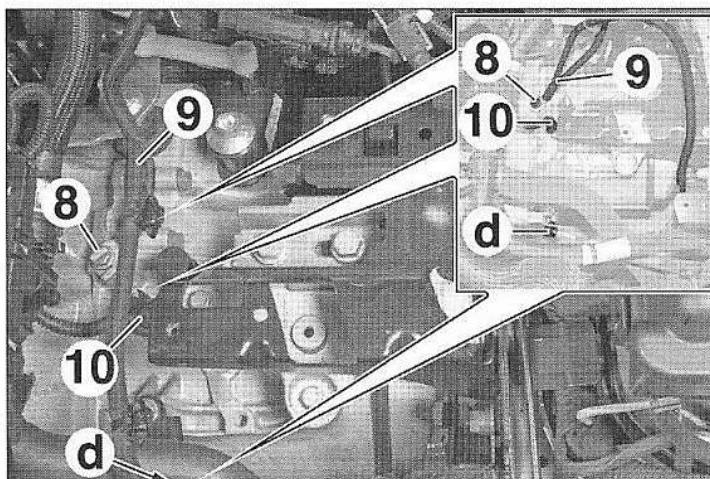
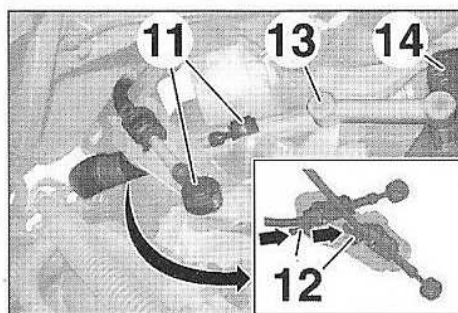

FIG.6
FIG.7
- Déposer la vis (8) (Fig.6).
- Ecarter le câble de masse (9).
- Débrancher le connecteur (10) de marche arrière.
- Déboîter les rotules (11) des câbles de commande de vitesses à l'aide de l'outil (1) (Fig.7).